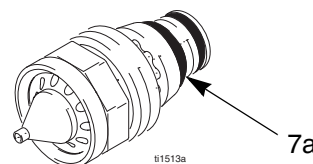

Fig. 21. Anello di tenuta conduttivo dell'ugello
6. Assicurarsi che il contatto di metallo (C) nella barra, l'anello di contatto dell'ugello (7a, FIG. 21.), ed il contatto dell'elettrodo (E) siano puliti e non danneggiati.